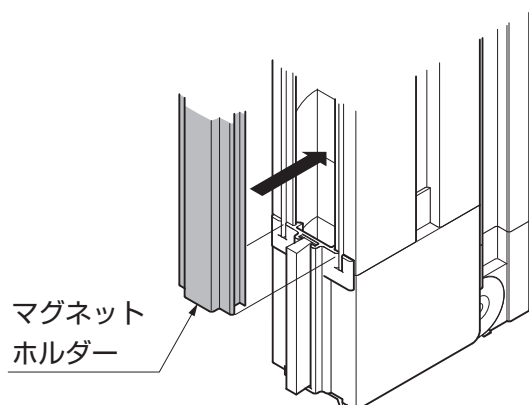

図3-5 マグネットホルダーの取付け
⑧すべての確認が完了したらマグネットホルダーを取付けます。(図3-5参照)